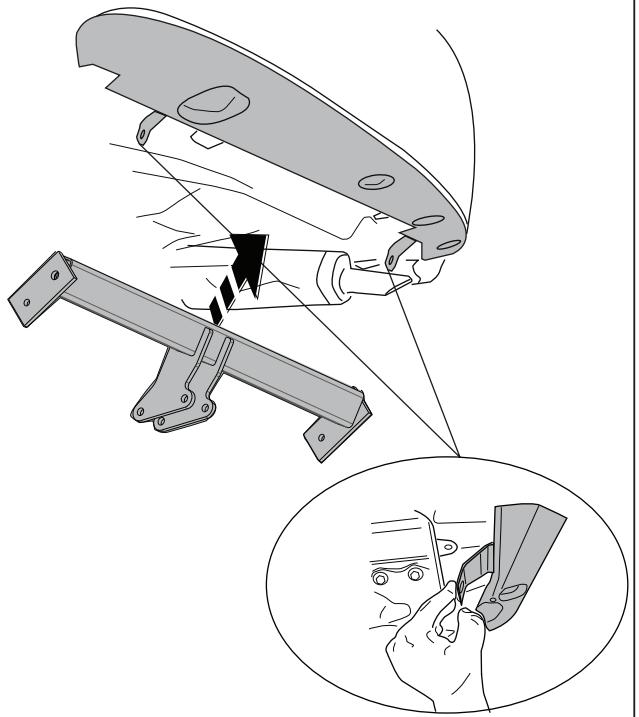

Fig. 1
3. Снять последний кронштейн подвески выхлопной трубы на правой стороне (E).
5. Установить секцию бруса между боковыми панелями. (См. схему. 1) (рис. 1)